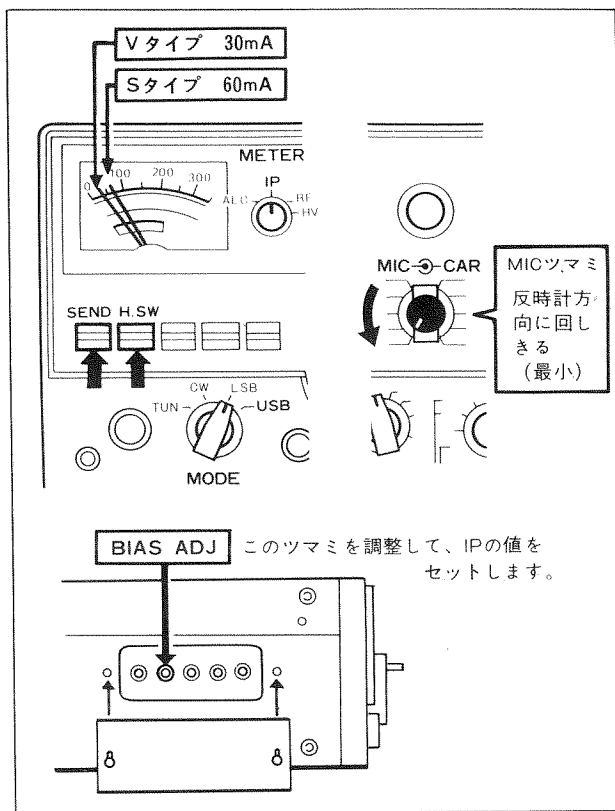
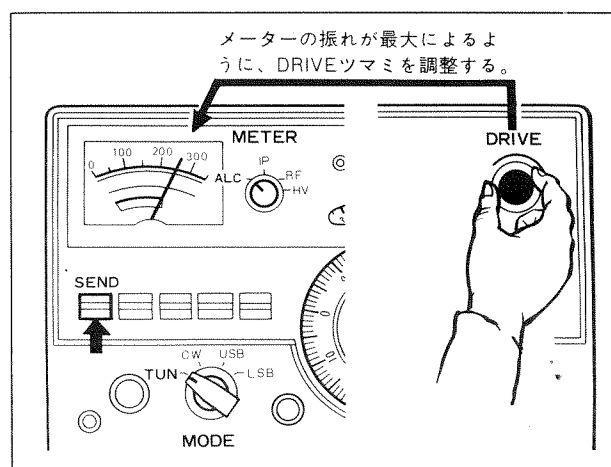

図5
図6
- ① スタンバイスイッチを **REC → SEND** にします。
- ② メーターが図5のようになっていることを確認してください。
- ③ この指示が規定の値（Sタイプ60mA、Vタイプ30mA）からはずれている場合は、図5に従って、正しく調整してください。
- ④ スタンバイスイッチを **SEND → REC** にします。
- 図6のように、MODEスイッチ、METERスイッチを合わせます。スタンバイスイッチを **REC → SEND** にします。
- ⑤ スタンバイスイッチを **SEND → REC** にします。